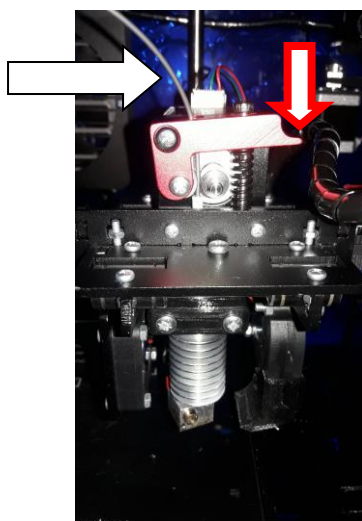

Рисунок 2.23 - Пластиковая нить в механизме подачи
4. Извлеките пластиковую нить из механизма подачи этого нужно нажать на красный рычаг механизма и потянуть нить вверх. (рисунок 2.23)
6. Далее взять ключи на 17 и на 7 (рисунок 2.23):